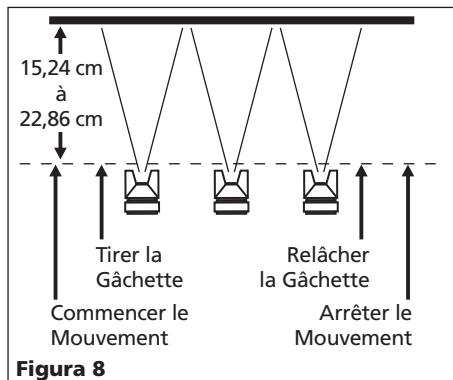

Figure 8
2. "Tirer sur la gâchette" correctement. Déplacer le pistolet AVANT D'APPUYER SUR LA GÂCHETTE et la relâcher AVANT D'ARRÊTER LE MOUVEMENT DU PISTOLET. Ceci permettra de faire chevaucher chaque application avec la précédente sans surcharge ou irrégularité (Voir Figure 8).